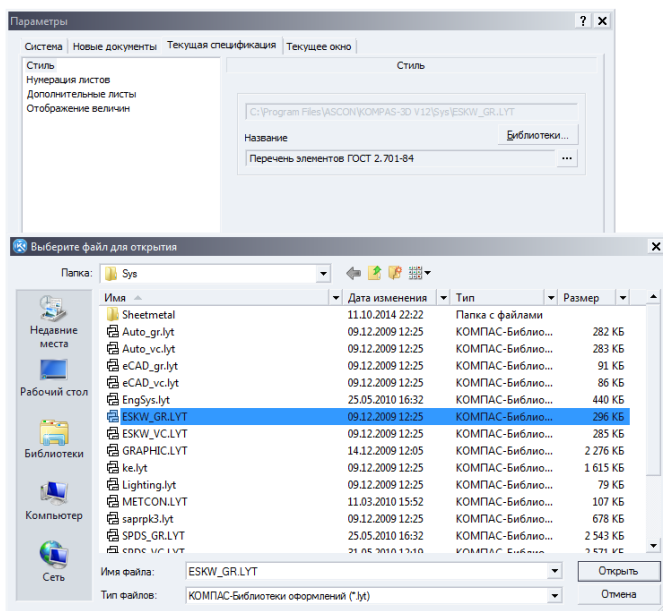

Рис. 8.1. Задание стиля перечня элементов
1. Необходимо создать новый документ- *Спецификация*. И в этом документе изменить стиль. Меню *Сервис-Параметры*. Выбрать вкладку *Текущая спецификация*. Нажать кнопку *Библиотеки* и выбрать *ESKW_GR.LYT* (рис. 8.1) .